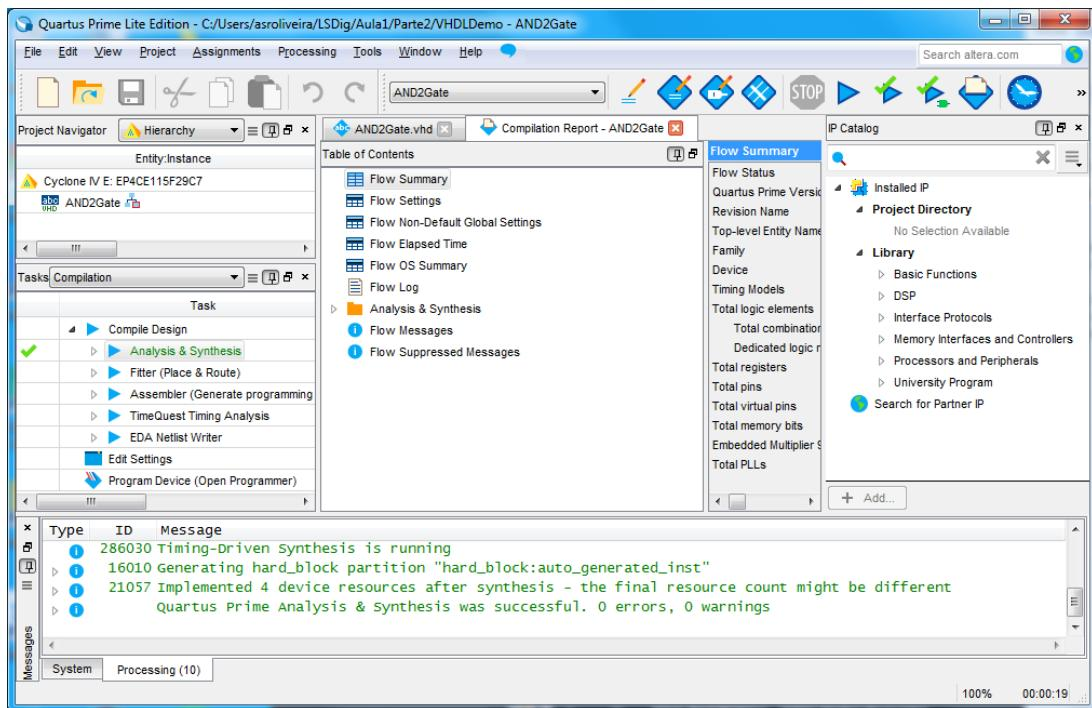

Figura 36 – “Altera Quartus Prime” IDE após a execução da “Analysis & Synthesis”.
6. Seguidamente vai ser validado por simulação o comportamento da porta lógica modelada. No entanto, antes de efetuar a simulação, execute a opção “*Analysis & Synthesis*” para que a correção sintática e estrutura do projeto sejam analisadas. Após a execução da “*Analysis & Synthesis*” o IDE deve apresentar o aspeto da Figura 36.